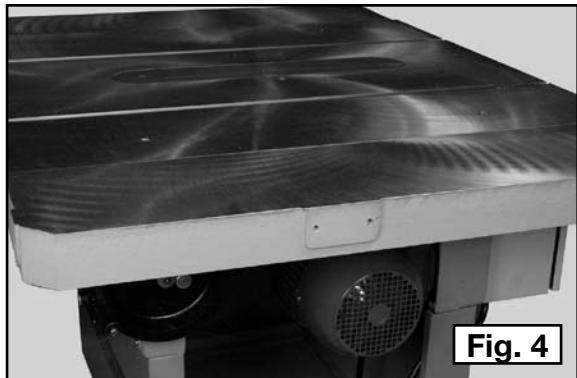

Fig. 4
Esta máquina viene con dos bases de extensión de la mesa. Coloque la base de extensión con los dos orificios roscados (A) Fig. 4 hacia el lado derecho de la máquina.